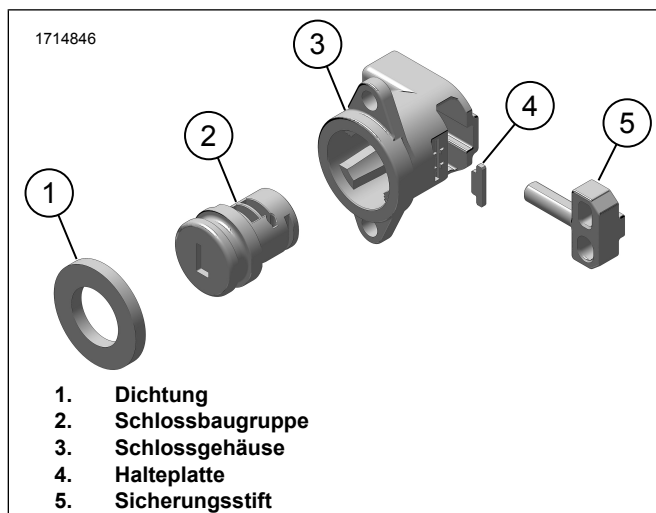
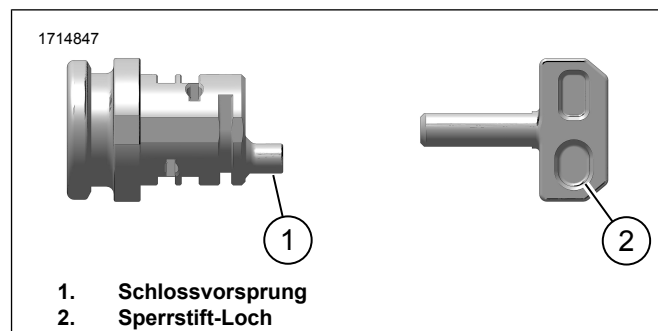

Abbildung 7. Gehäusebaugruppe
Abbildung 8. Passungsmerkmale
10. Siehe Abbildung 7. Bei eingestecktem Schlüssel Schmierfett auf die zusammengebaute Schlossbaugruppe (2) auftragen.
11. Schmierfett auf den Sperrstift (5) auftragen.
12. Den Sperrstift (5) in das Schlossgehäuse (3) einführen.
Siehe Abbildung 8. Der Vorsprung (1) an der Schlossbaugruppe muss mit dem Loch für den Sperrstift (2) übereinstimmen. Durch Drehen des Schlüssels und des Schließzylinders sicherstellen, dass sich der Sperrstift bewegt.
13. Mit eingestecktem Schlüssel die zusammengebaute Schlossbaugruppe (2) in das Schlossgehäuse (3) einbauen.
14. Siehe Abbildung 7. Die Halteplatte (4) in das Schlossgehäuse (3) einsetzen.
16. Siehe Abbildung 7. Die Dichtung (1) in den Schlosssatz (2) einbauen.